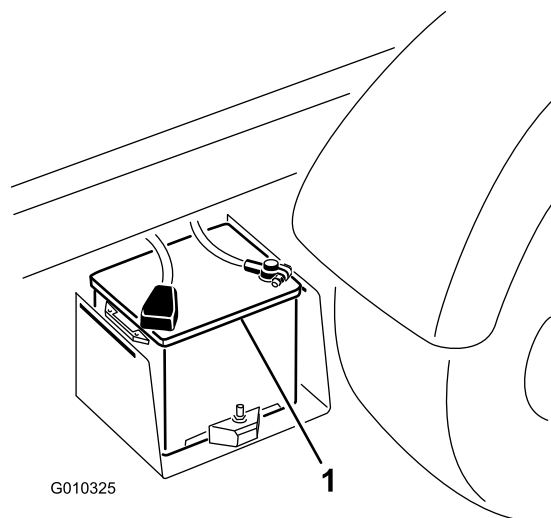

Figura 50
2. Collegare un cavetto portatile tra i poli positivi delle due batterie (Figura 50).